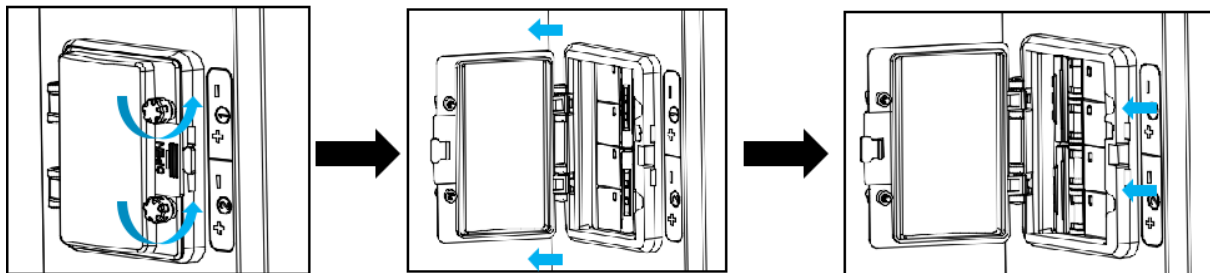

Fig. 4.4.1 Procedimiento para abrir la cubierta protectora del disyuntor
Paso 1. Abre la cubierta protectora del disyuntor y enciende el disyuntor en el lado «ON», consulta la fig. 4.4.1 (Asegúrate de que el inversor esté conectado al módulo FV)